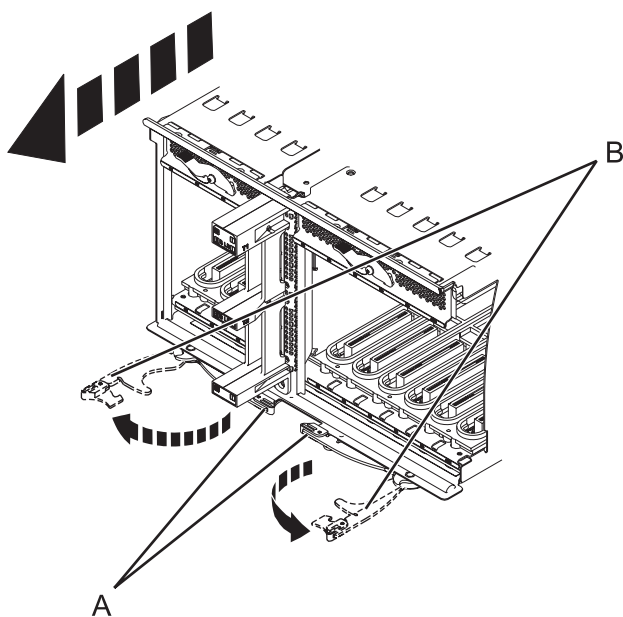

Figure 80. Retrait de la carte mère d'entrée-sortie
12. Appuyez sur les loquets de déverrouillage (**A**) et tirez sur les leviers (**B**) pour dégager la carte du système, comme illustré dans la figure 80.